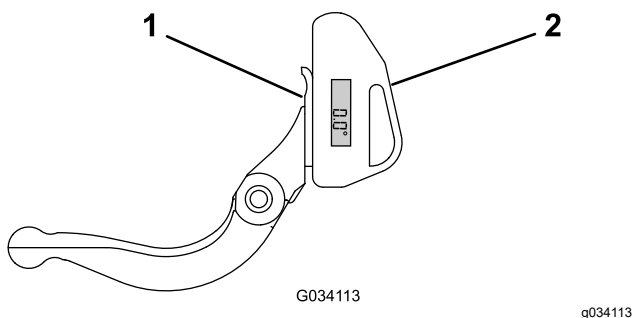

Figura 30
1. Coloque o indicador de ângulo no lado inferior da lâmina de corte, como se ilustra na Figura 30.